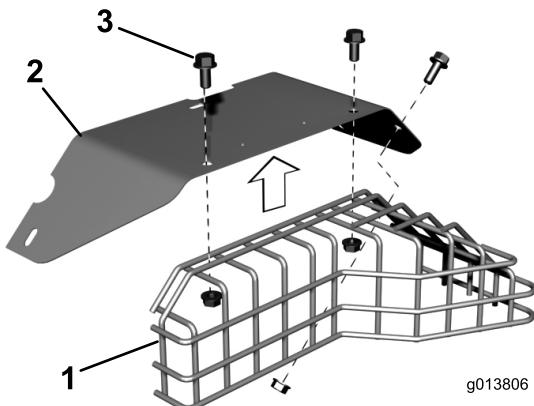

Bild 5
8. Entfernen Sie die drei Bundkopfschrauben und Bundmuttern, mit denen das Auspuff-Schutzblech am Auspuffrohr befestigt ist (Bild 5). Bewahren Sie das Auspuff-Schutzblech und die zwei Bundkopfschrauben und Bundmuttern auf.